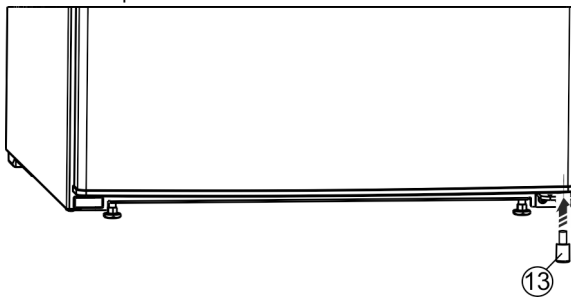

Fig. 27*
- ▶ Reinserire il distanziatore Fig. 27 (13) a destra in basso nella porta in quanto risulta importante per la stabilità dell'apparecchio.*